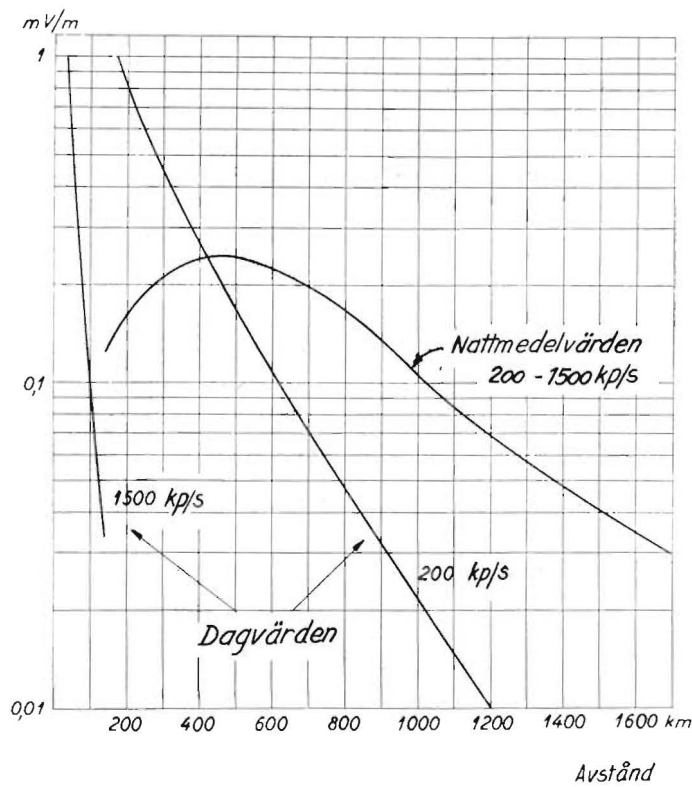

Fig. 13. Ungefärliga fältstyrkevärden för radiosändare på mellan- och långvåg (avser en sändare med 1 kW utstrålad effekt).
I ekv. (15) ingår också fältstyrkan e . Denna kan för svenska rundradiostationer erhållas ur Radiolyssnarens Uppslagsbok¹. För avlägset belägna stationer är det svårt att ange säkra fältstyrkevärden, enär rymdvågen varierar starkt med dygnets timmar. Är effekten känd, kan man dock med hjälp av kurvorna i fig. 13 få fram ett ungefärligt värde för e genom att multiplicera det i diagrammet avlästa värdet med $\sqrt{P}$ där P är sändarens utstrålande effekt i kW.
Att märka är att de i diagrammet i fig. 13 angivna dagvärdena avser värden för en terräng utan skog och berg. Vid ogynnsam terräng höga berg och stark vegetation kan värdena vara kanske 1/2-1/7 av de uppgivna, medan de, om det är fråga om vatten, kan vara 2-3 ggr högre. Nattvärdena på fältstyrkan är som känt starkt varierande, den återgivna kurvan gäller för både lång- och mellanvåg men avser endast medelvärden, fältstyrkan varierar starkt omkring detta värde på grund av fading.